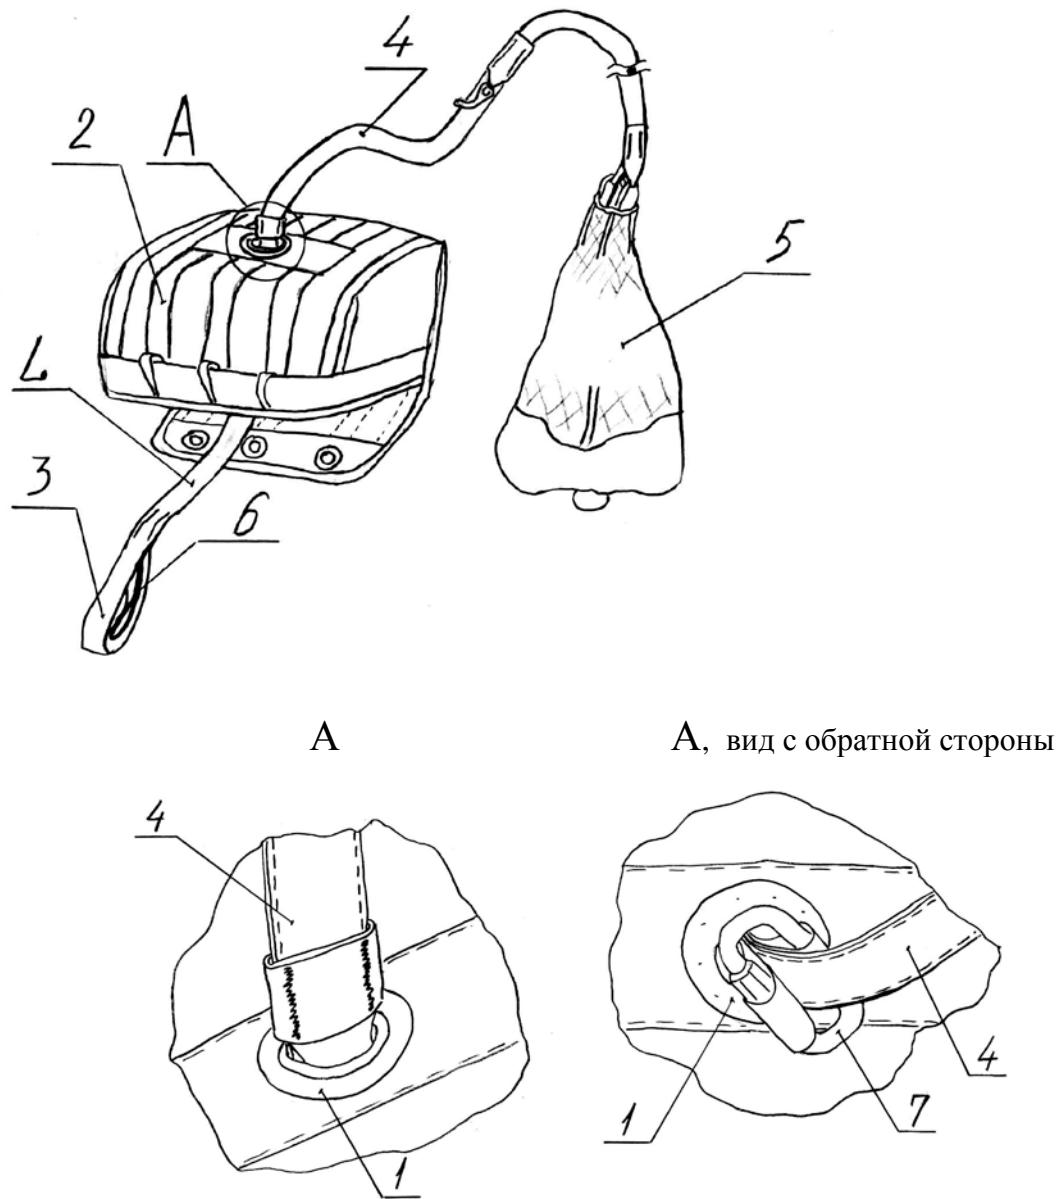

Рис. 11. Камера ОП и вытяжное звено с «коллапсом»:
2.5.10. К а м е р а ОП, предназначенная для укладки купола ОП и строп, включает основу с клапаном, люверсы и петли, к которым прикрепляются 3 резиновые петли (S7100 P/G) и 6...8 резиновых сот (S7111 P/G) внутренним диаметром около 30 и 18мм соответственно. В верхней части камеры расположен люверс, через который проходит вытяжное звено ОП (см. рис. 11).
2.5.13. З в е н о в ы т я ж н о е с «к о л л а п с о м» обеспечивает (кроме соединения ВП с камерой и верхней оболочкой ОП, а также зачековки отсека ОП) складывание вытяжного парашюта после ввода ОП. Звено (рис. 11) представляет собой ленту прочностью 240кгс (тип 3) в два сложения длиной 3м, к которой пристрачивается ВП. Второй конец звена заканчивается петлёй, а в нижней части звена установлены петельки и шлёвка, которые (совместно с разъёмной пряжкой) используются для фиксации камеры ОП на звене, и изогнутая шпилька для зачековки отсека ОП. Между лентами звена проложена стропа специальная из высокомодульного полиэтилена (DYNEMEA) прочностью около